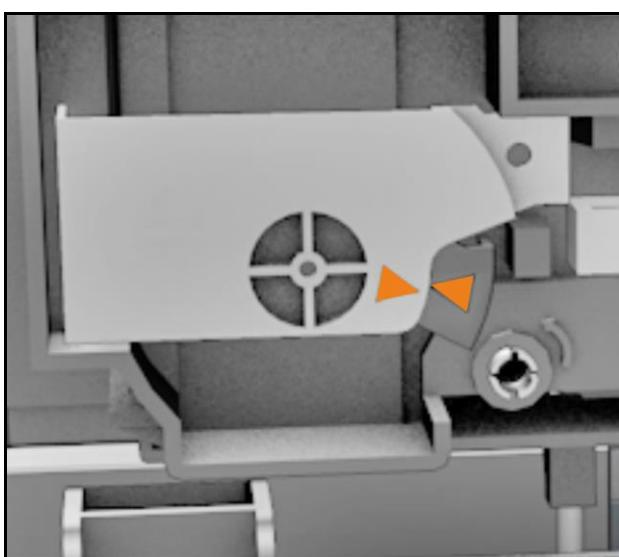

Figure 160 Unité de nettoyage déverrouillée
6 Faites pivoter la tête d'impression (A) par le biais du déverrouillage de la tête d'impression (B) avec un tournevis, de 90° dans le sens anti-horaire, dans la position de déverrouillage (voir Figure 160).